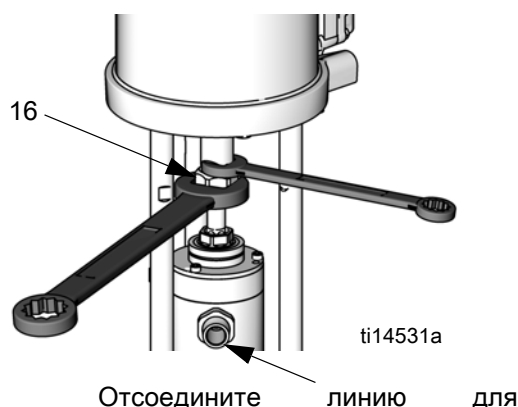

Рис. 26. Ослабление стяжной муфты
2. Отсоедините линию для жидкости от выпускного отверстия насоса. См. Рис. 26.